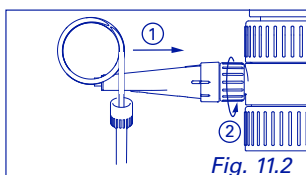

Fig. 11.2
- ② Verlängerung montieren (Abb. 11.2 und 12.2)
- ② Monter la rallonge (Fig. 11.2 et 12.2)